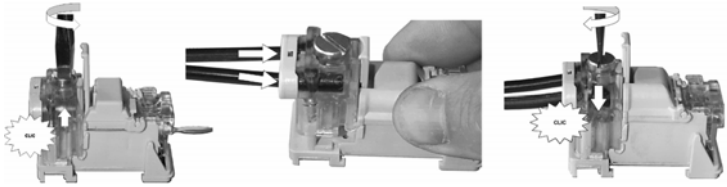

Рис. 13.13. Подключение проводников с абонентской стороны модуля
13.2.6. Для подключения проводников с абонентской стороны поднять с помощью отвертки контактную платформу, для чего следует вывернуть винт до щелчка. Ввести до упора пары кабелей воздушной линии в заполненные гидрофобом большие отверстия модуля. Завинтить до упора (щелчка) прижимной винт контактной платформы (рис. 13.13).